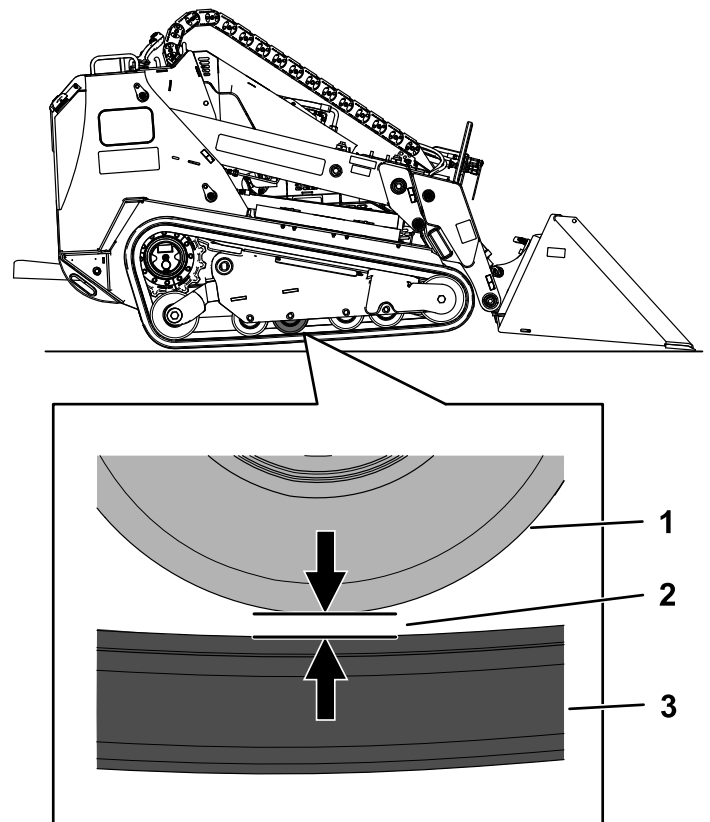

Figura 70
4. Compruebe que la distancia entre la segunda rueda de rodaje, contando desde atrás, y la oruga es de 20 mm (0.8"), como se muestra en la Figura 70. Si es necesario realizar ajustes, vaya a Ajuste de la tensión de las orugas \(página 48\)
7. Usando una llave de carraca de 1/2", gire el tornillo tensor hasta que la distancia entre la rueda de rodaje y la oruga sea de 20 mm (0.79"), como se muestra en la Figura 70.
11. Usando una llave de carraca de ½", gire el tornillo tensor en sentido antihorario hasta que la distancia entre la rueda de rodaje y la oruga sea de 20 mm (0.79"), como se muestra en la Figura 70.